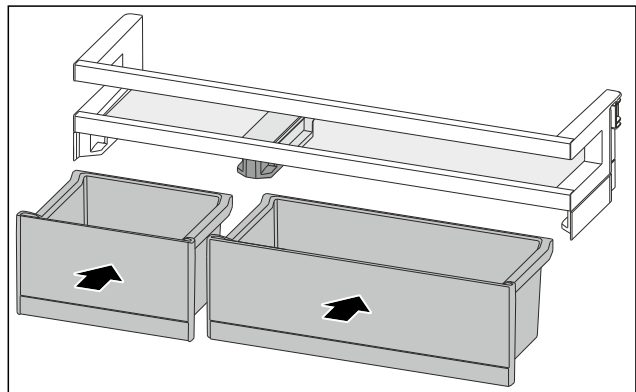

Fig. 86
- ▶ VarioBoxen in getauschter Anordnung einsetzen. (siehe Fig. 86)